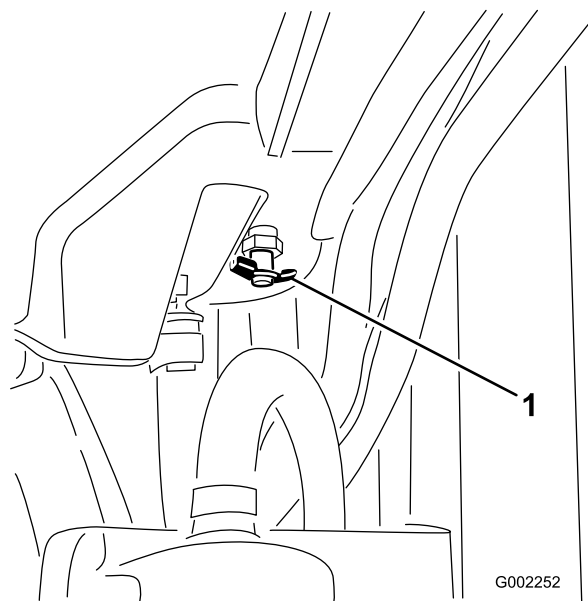

Figure 53
4. Ouvrez la vidange (Figure 53) et vidangez le liquide de refroidissement dans le bac.